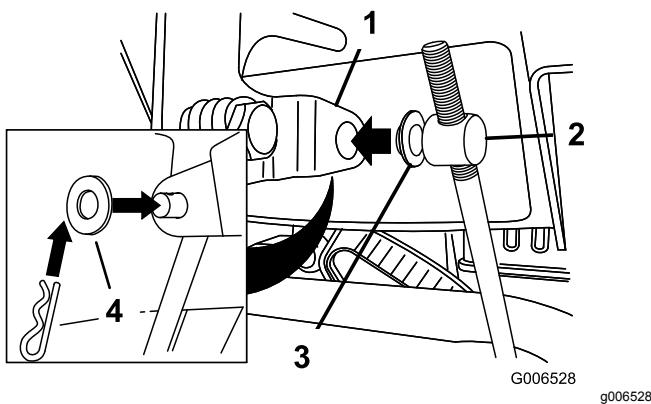

Рисунок 7
3. Установите плоскую шайбу на цапфу (Рисунок 7).
6. Поднимите шток управления скоростью и вставьте цапфу в отверстие рычага переключения скоростей (Рисунок 7).
- B. Отсоедините цапфу от рычага переключения скоростей (Рисунок 7).
- C. Поверните цапфу на штоке управления скоростью вниз (по часовой стрелке) (Рисунок 7).
- D. Присоедините цапфу к рычагу переключения скоростей (Рисунок 7).
- C. Поверните вверх цапфу на штоке управления скоростью (против часовой стрелки) (Рисунок 7).